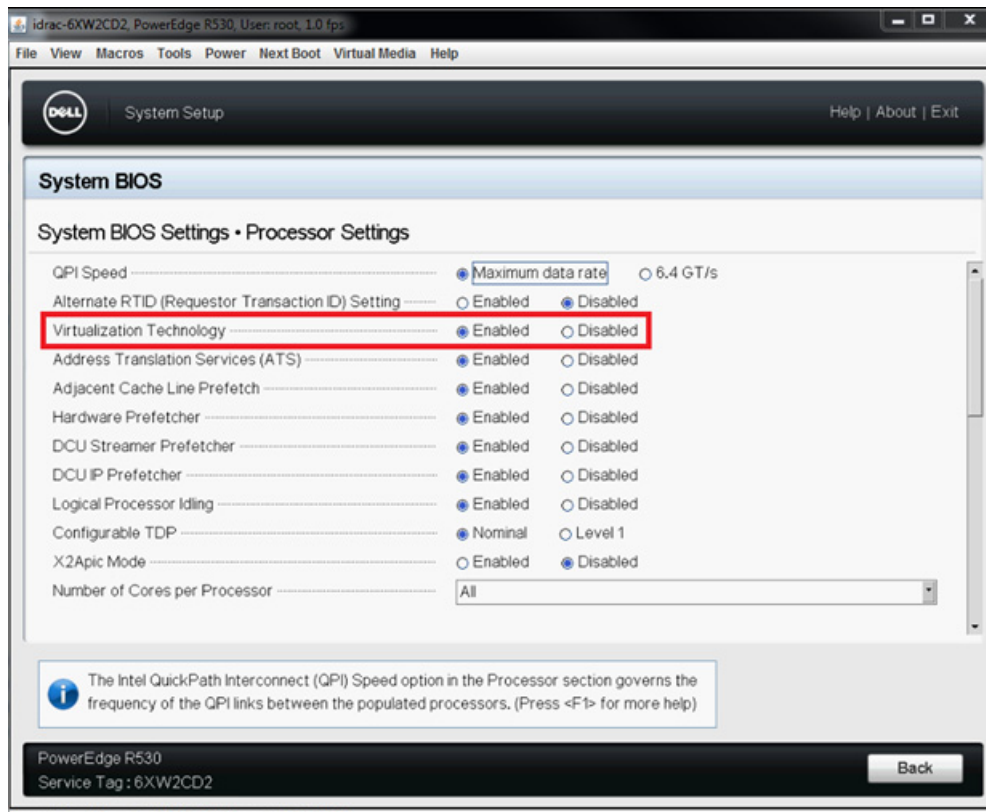

Ilustración 12-8. System Setup: processor Settings for SR-IOV (Configuración del sistema: Configuración del procesador para SR-IOV)
5. En la página Processor Settings (Configuración del procesador) (Ilustración 12-8):